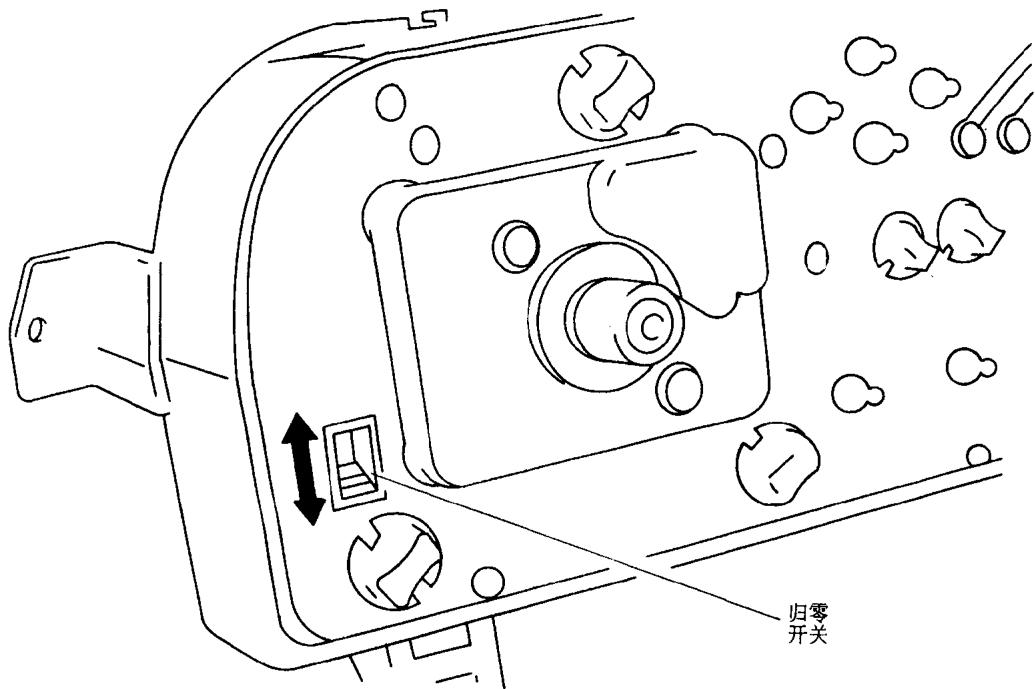

图 1-10 警告灯归零开关的位置(Colt Vista; Colt Wagon 类似)
4. 对于 Colt Vista 和 Wagon 车型, 在 240 000km(150 000mile) 维护后, 拆下警告灯灯泡; 对于 Ram-50 车型, 192 000km(120 000mile) 维护后, 拆下灯泡。见图 1-10~图 1-16。